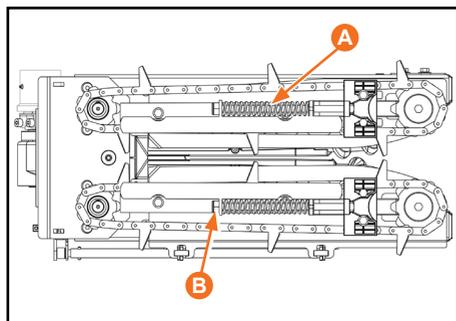

Figura 32
Tenha sempre cuidado com o tencionamento da mola (A) das correntes alimentadoras. Verifique periodicamente. Se necessário, faça reaperto através da porca (B) (Figura 32).